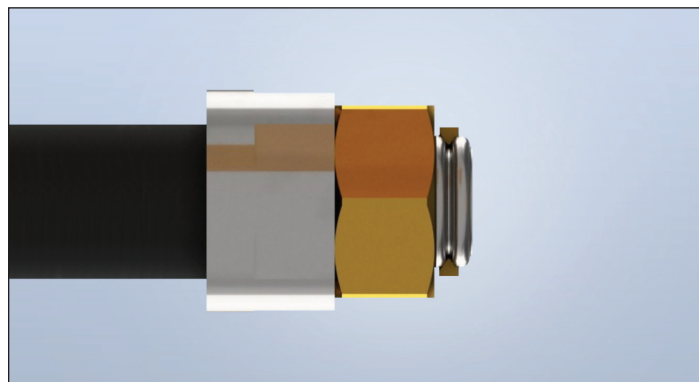

Figure 1-6
7. Glissez la conduite flexible sur l'extrémité coupée, suivie de l'écrou et de l'adaptateur de conduite flexible, jusqu'à ce qu'elle s'appuie contre la gaine. Placez deux bagues fendues dans la première ondulation juste à côté de la coupe du tube (figure 1-6).